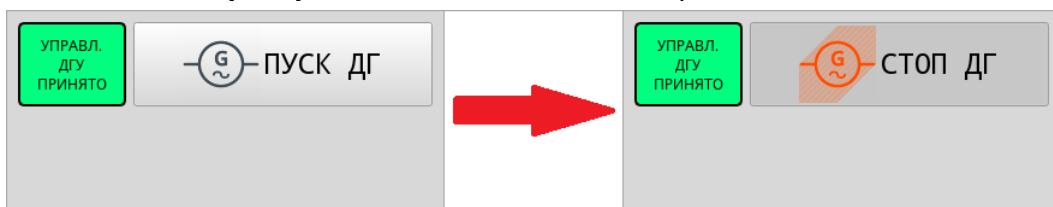

Рисунок 53
3. **Запустить дизель-генератор:** кнопкой (Start DG), см. рис. 53.